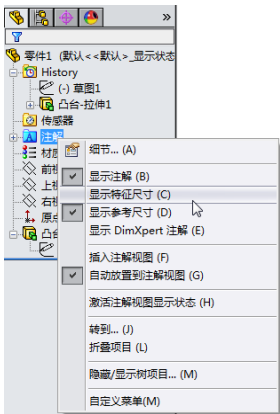
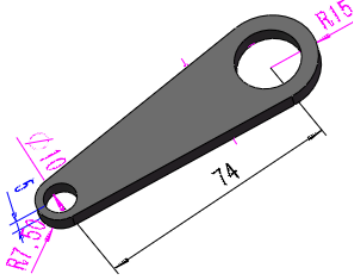

图 13-39 【显示特征尺寸】命令
图 13-40 尺寸的显示效果
- 02 首先将模型尺寸显示出来。在特征设计树中选中【注解】文件夹，然后单击右键，弹出菜单，如图 13-39 所示。选择【显示特征尺寸】命令，模型的尺寸显示出来，如图 13-40 所示。